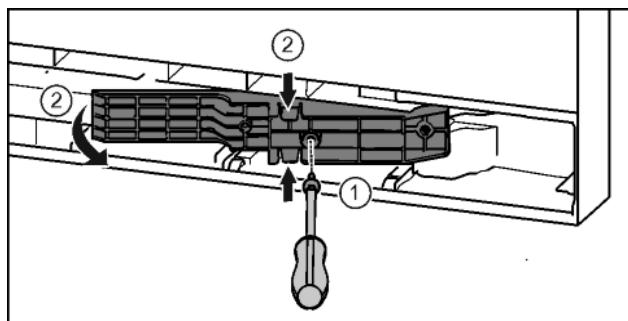

Fig. 22*
- ▶ С отвертка T15 развийте винтовете.* Fig. 22 (1)
► Извадете адаптерния елемент.* Fig. 22 (2)